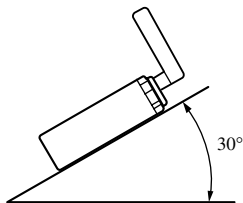

Fig. 12
- L'angle de l'installation, ne doit pas dépasser 30° par rapport à l'horizontale, faute de quoi l'unité ne fournira pas ses performances optimales. (Fig.12)